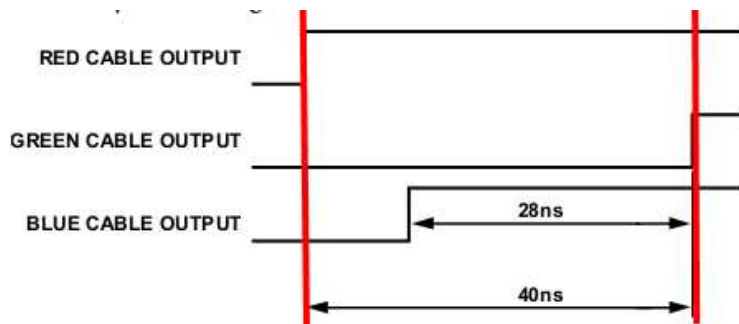

图 13 延时补偿时序举例
- d) AD8122 的输出做为 AD8120 的输入用于 RGB 信号延时的补偿。当已知各信号的延时关系后，以图 13 为例，可通过 I2C 进行控制，对延时进行补偿。